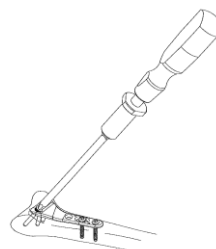

図 1
- 1) 遠位六角 2.5 中空ドライバーの後端にグリップハンドルを接続し、遠位ロッキングスクリュー/ピンを抜去します。ロッキングピンを使用している場合は、ロッキング部のネジまで抜去したところで、ペンチ等で引き抜きます。(図 1)